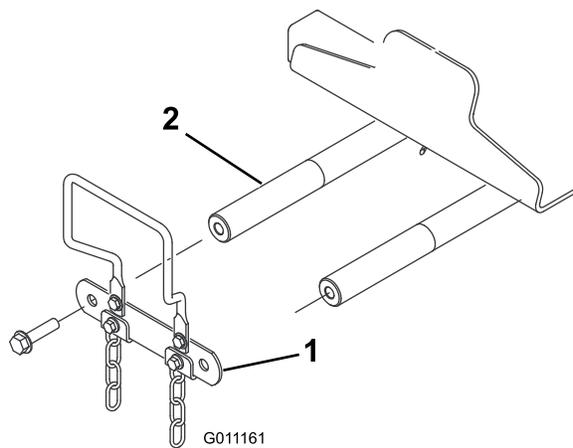

図 10
- 機体前部でピボットシャフトリンクを昇降アームのピボットシャフトに固定しているフランジキャップスクリュー 1/2 x 2" を外してリンクを取り外す図 10。